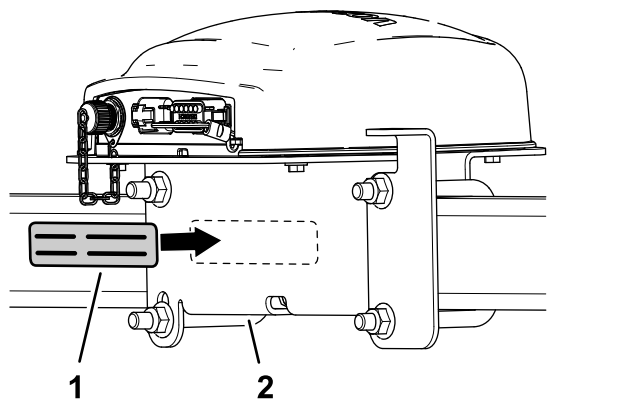

図 146
7. 受信機のマウントにシリアル番号ラベルを貼り付ける 図 146。